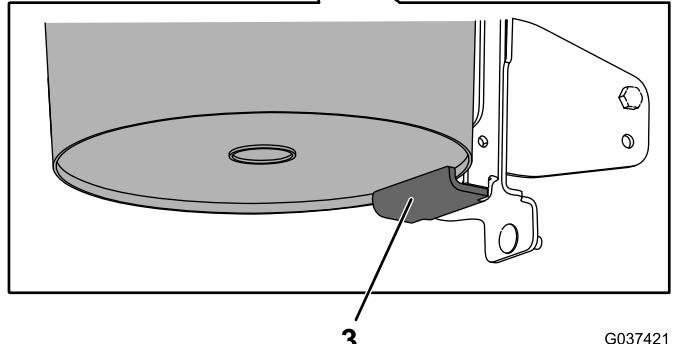

Bild 18
1. Lösen Sie das Handrad und heben Sie die obere Halterung an. Ziehen Sie das Handrad fest, um die Halterung zu arretieren (Bild 18).
2. Wenn Sie die Scharnierhalterung entfernt haben, setzen Sie die untere Lippe der Ladeschaufel über die untere Kante der geschweißten Stützhalterung (Bild 18).
3. Lösen Sie das Handrad und senken die obere Halterung so weit wie möglich über die Kante der Ladeschaufel ab. Ziehen Sie das Handrad fest (Bild 18).